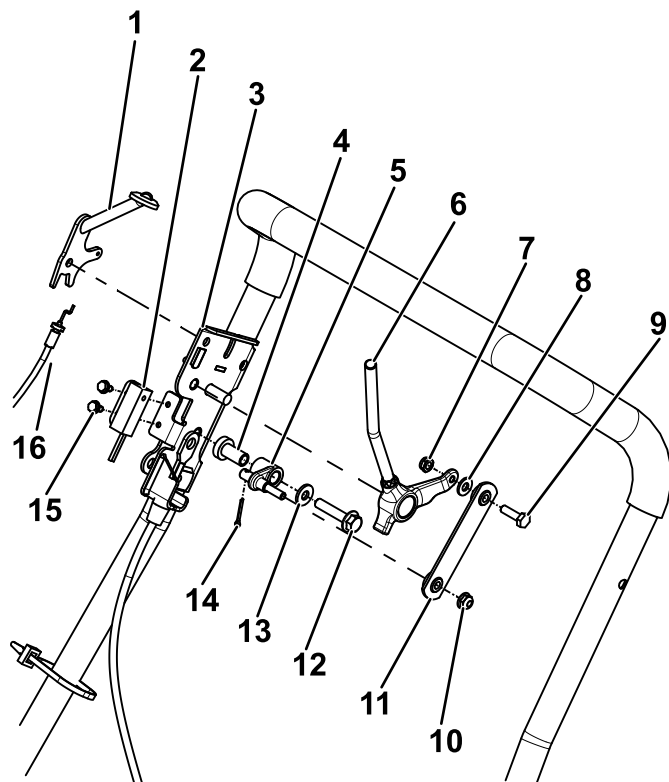

Рисунок 7
8. Установите кронштейн тяги на рукоятку, используя ранее снятые крепежные детали (Рисунок 7).
9. Установите рычаг тяги, шарнир и звено, используя крепежные детали, входящие в данный комплект (Рисунок 7).
10. Установите бесконтактный переключатель, используя ранее снятые крепежные детали (Рисунок 7).
- Установите рычаг дроссельной заслонки, используя ранее снятые крепежные детали (Рисунок 7).